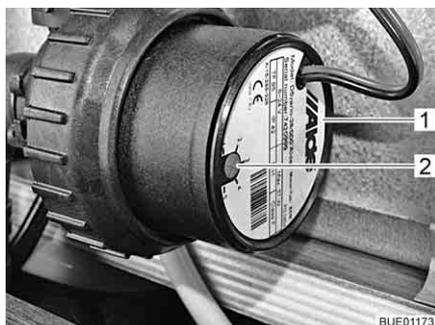

Fig. 168 Redução do número de rotações
Com o regulador rotativo (Fig. 168,2) pode ser regulado o número de rotações da bomba de recirculação. A um número reduzido de rotações, reduzem-se também os ruídos de funcionamento da bomba.
O regulador rotativo encontra-se na bomba de recirculação (Fig. 168,1).
- Rode o regulador rotativo (Fig. 168,2) em sentido inverso ao dos ponteiros do relógio. A potência reduz-se.